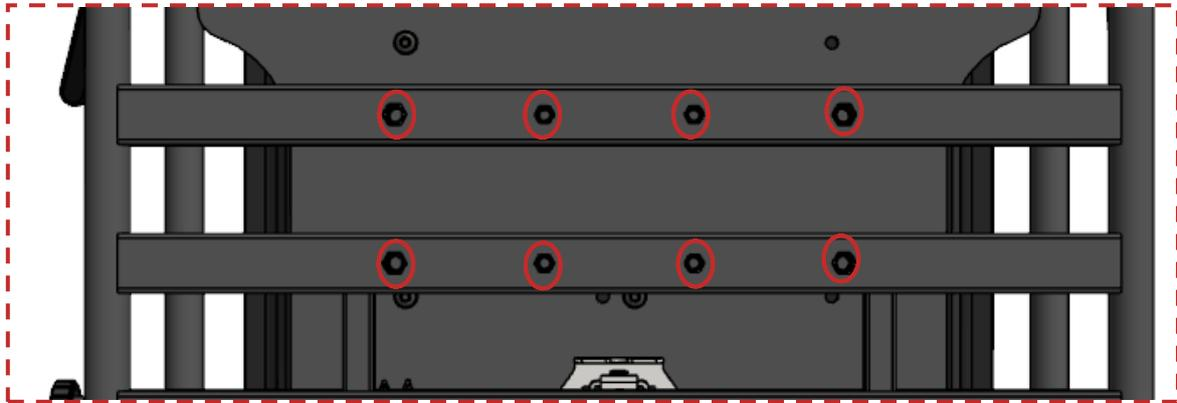

Abbildung 25 Kontrolle der Montagegewinde an der Unterseite
- Vor und nach jeder Installation müssen die **M8- und M10-Montagelöcher** (siehe rote Markierung in Abbildung 25) sorgfältig überprüft werden, da sie während der Installation des Aufhängezubehörs beschädigt werden können.